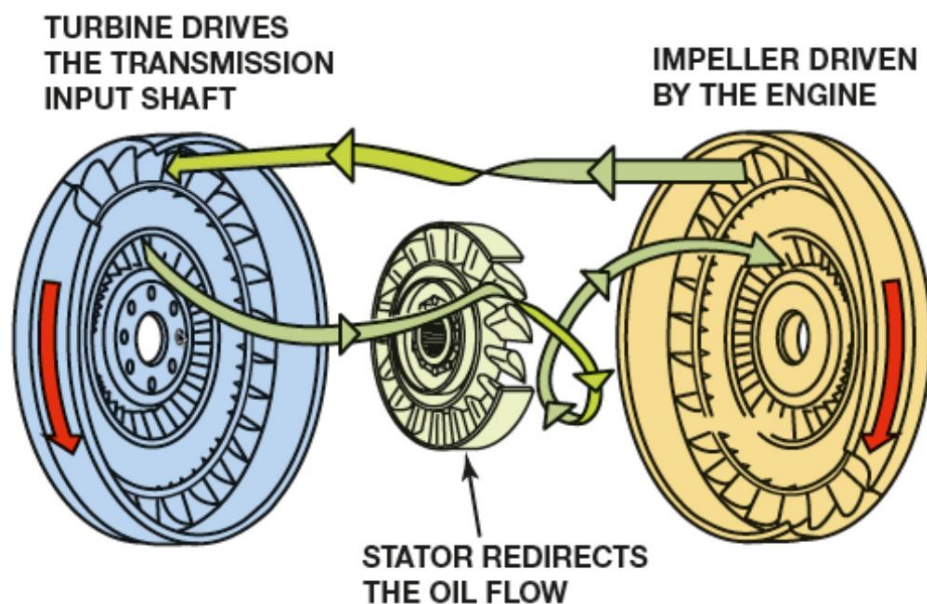

Figura 9. Convertidor de par básico (sin embrague mostrado).
- **Estator.** Un convertidor de par también contiene el estator o reactor, que está montado en un solo sentido. **Embrague.** El estator es el elemento de reacción del convertidor de par. El embrague unidireccional permite que el estator gire en sentido horario, pero bloquea la rotación en sentido antihorario. Figura 9.